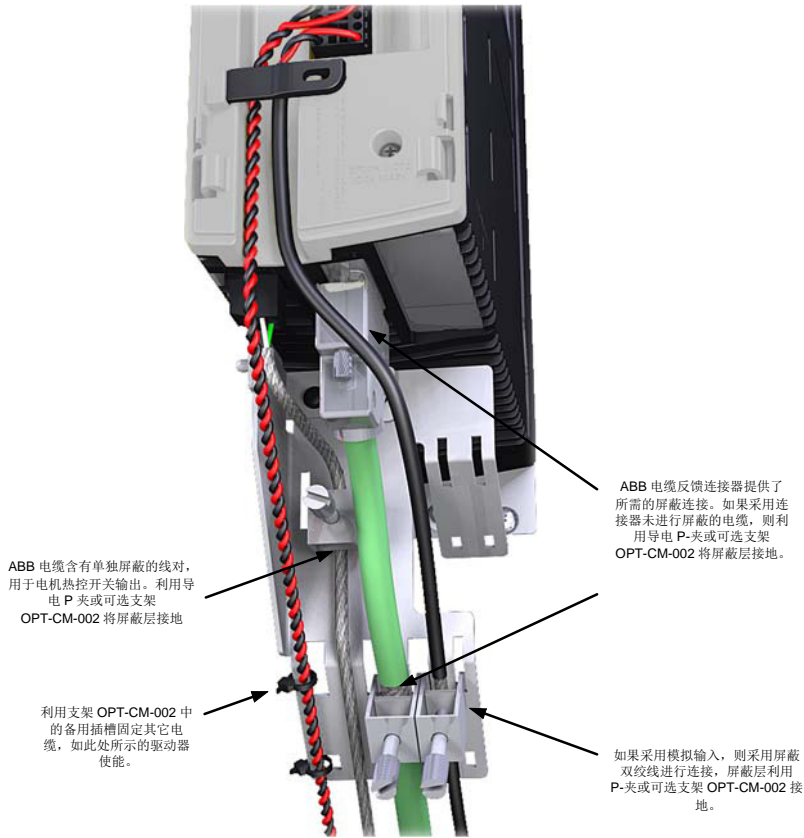

图 19：底面板利用 OPT-CM-002/003 进行布线
您可能会希望通过继电器接通电机制动和连接器 X3 的数字输出（见章节 5.3.6 和 5.3.7）。这可以使 MotiFlex e100 控制电机制动。典型电路见图 19。
**24 V 直流电源必须单独供电，如图 19 示。不得采用驱动 MotiFlex e100 数字输出端的“用户电源”，或内生式 18 V 直流电源。制动电线通常携带噪声，导致驱动器运行不稳或受损。制动触头严禁与数字输出连通。继电器和电机制动端子应配备倒转保护二极管，如图 19 所示。**